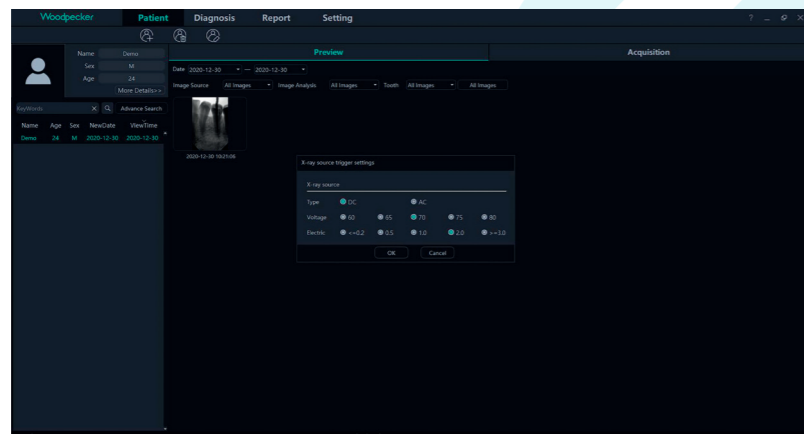

Figura 27
3. Quando o software for usado pela primeira vez, o utilizador será solicitado a definir os parâmetros relevantes da fonte de raios X da clínica. As fontes de raios X são divididas em frequência de potência, frequência média e alta frequência. Selecione AC (Alternating Current mode, modo de corrente alternada) para a frequência de potência e DC (Direct Current mode, modo de corrente contínua) para média e alta frequência. TriggerThreshold é o limite de disparo da dose de raios X. A tensão e a corrente são definidas de acordo com os parâmetros da fonte de raios X, conforme mostrado na Figura 27: